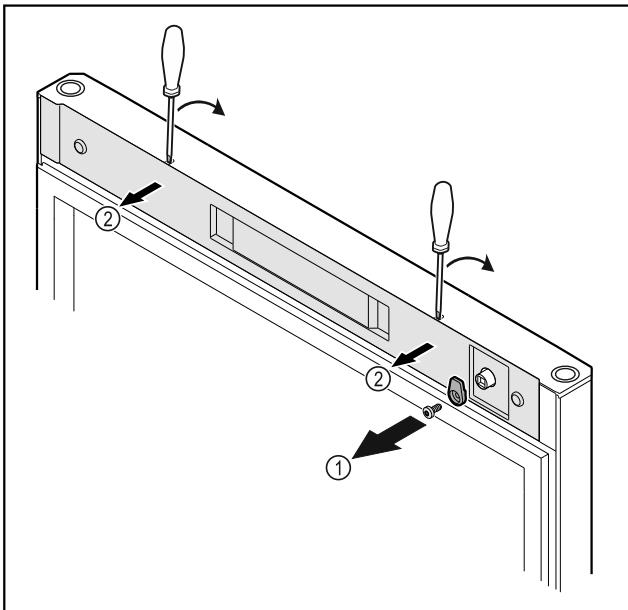

Fig. 20
- Atskite uždarymo kabliuką Fig. 20 (1).
- Atfiksokite dengiamają plokštelynę Fig. 20 (2) mažu atskutuvu ir nuimkite.